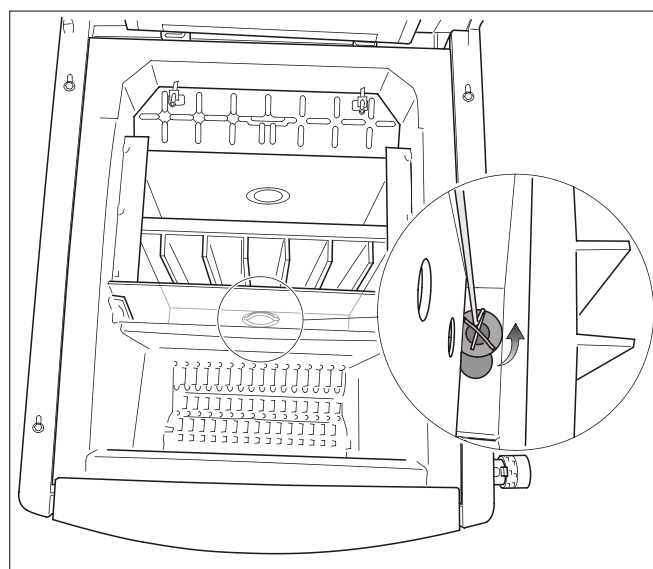

Fig. 33 Îndepărtarea capacului de curățare
- ▶ Înainte de aprinderea focului verificați dacă orificiul pentru curățare situat în (→ Fig. 33, pagina 29) partea inferioară a cenușarului este închis. Cenușa este îndepărtată la curățare prin deschiderea de pe canalele de gaze.